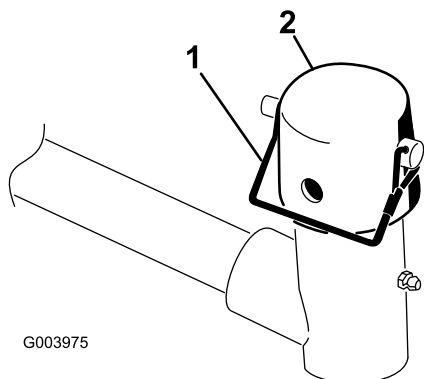

Figura 3
3. Pentru fiecare bra de ridicare a unității de tăiere, îndepărtați tiftul de prindere care fixează capacul pe furca pivotului braului de ridicare și îndepărtați capacul (Figura 3).